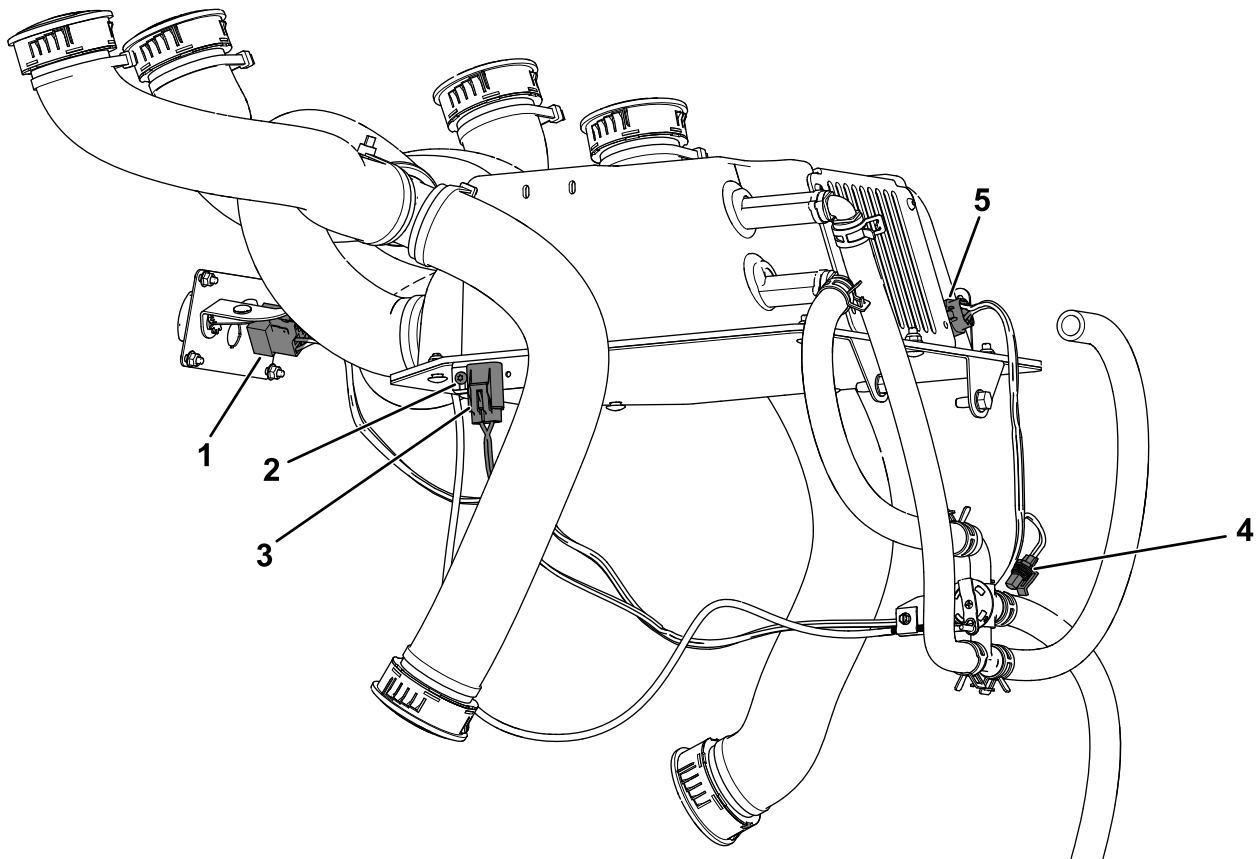

Bild 23
1. Installieren Sie die Sicherungsabdeckung (im Lieferumfang des Kitkabelbaums enthalten) mit der Flachkopfschraube (#10-24 x $\frac{3}{8}$ ") an der linken Seite des Heizkastens Bild 23.
2. Verlegen Sie den Kitkabelbaum, wie in Bild 23 abgebildet.